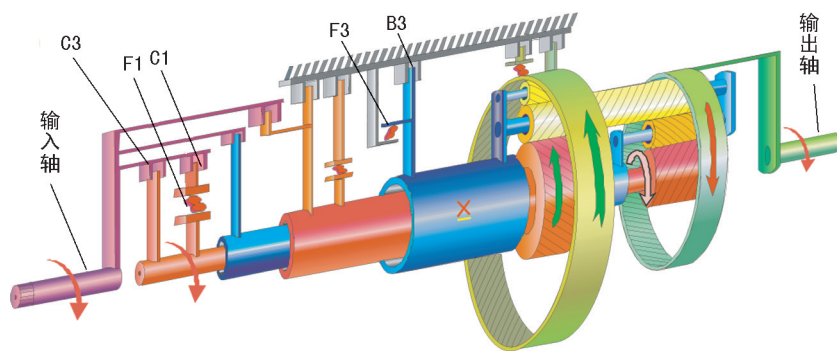
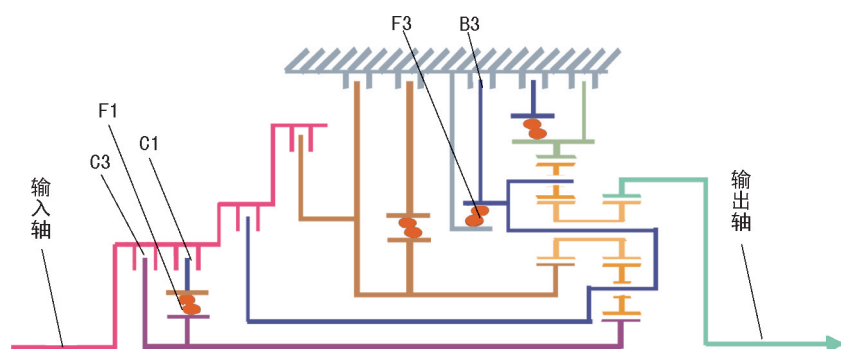

图 3-1-3 D1/动力 1 档传动示意
图 3-1-4 D1/动力 1 档传动原理
2) 动力 1 档。如果发动机向车轮传递动力，其与 D1 档并无区别。如果是输出齿圈的惯性转速超过发动机传动速度时，由于离合器 C3 接合，称之为有发动机制动。D1/动力 1 档传动示意如图 3-1-3 所示。D1/动力 1 档传动原理如图 3-1-4 所示。